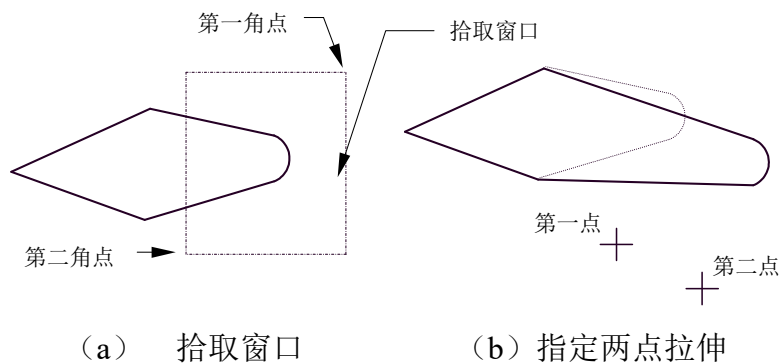

图 4-43 曲线组指定两点拉伸
- 4) 用鼠标单击立即菜单中的【2: 给定偏移】，则此项内容被切换为【2: 给定两点】。同时，操作提示变为【第一点】。在这种状态下，先用窗口拾取曲线组，当出现【第一点】时，用鼠标指定一点，提示又变为【第二点】，再移动鼠标时，曲线组被拉伸拖动，当确定第二点以后，曲线组被拉伸。如图 4-43 所示，拉伸长度和方向由两点连线的长度和方向所决定。